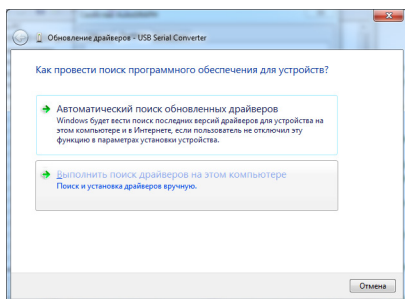

Рис.2.
4. Выберите пункт «Выполнить поиск драйверов на этом компьютере» (рис.2).